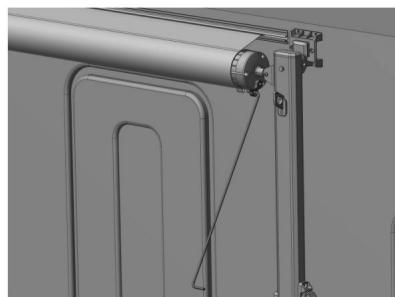

Figura D3
4.1.2 Enganche la palanca de trinquete en la cubierta del extremo del rodillo con la varilla de tracción, suavemente Mueva la palanca de trinquete en la dirección de la flecha y cambie la dirección del trinquete a "abierto" (Figura D3).